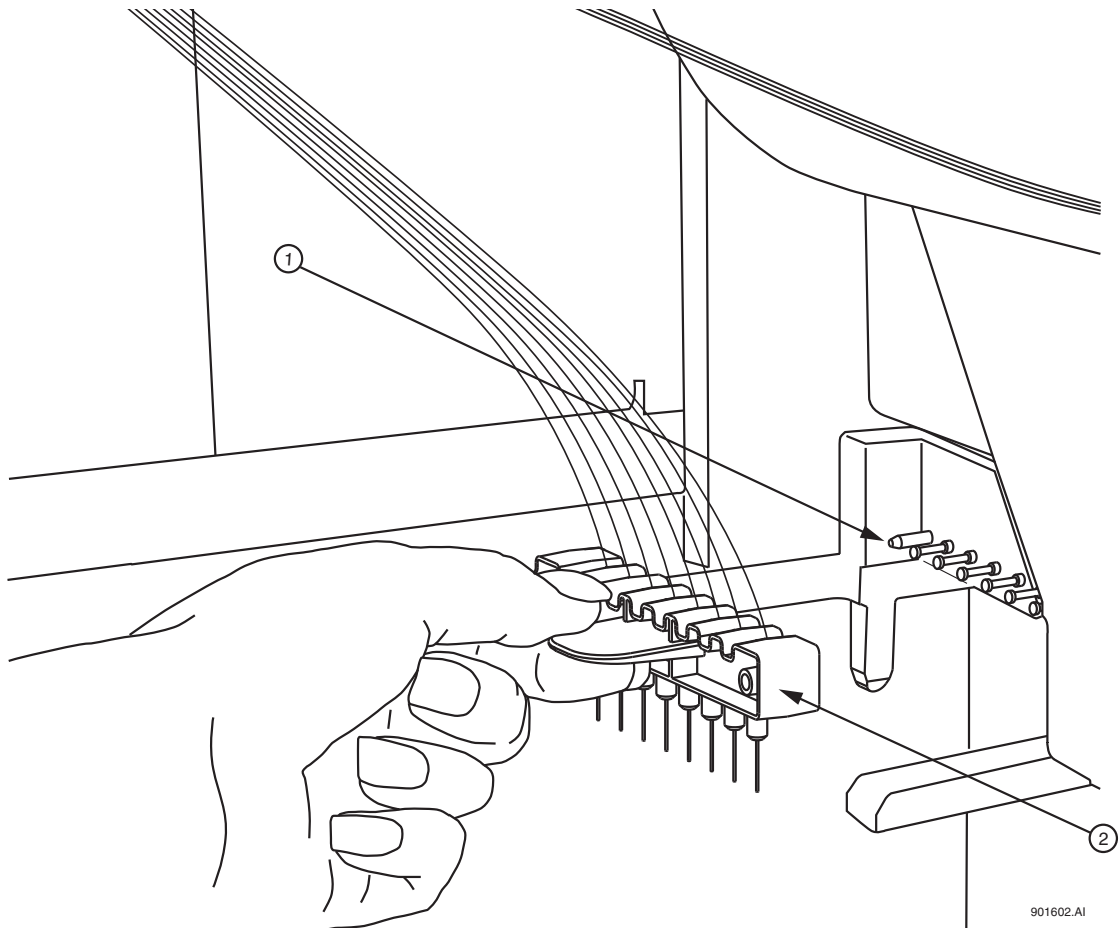
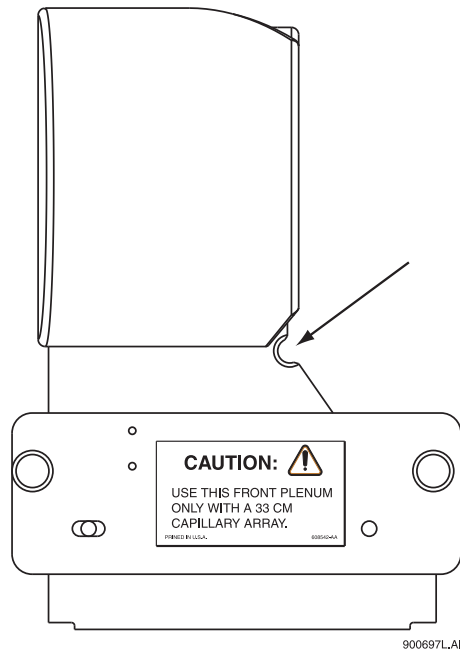

图 3.43 拆卸 / 更换电极块
图 3.45 通风装置 - 毛细管路由孔
9. 握住电极块卡舌（图 3.43），拉出电极块，脱离仪器。
12. 握住电极块卡，电极块（图 3.43）与导向块销子对齐，轻轻地将它推入，直到遇到阻力。（阻力来自于加载的弹簧接触。）
13. 当安装毛细管阵列时，小心将毛细管穿过通风装置中的孔（图 3.45），并直接穿过导向块销（图 3.43）。